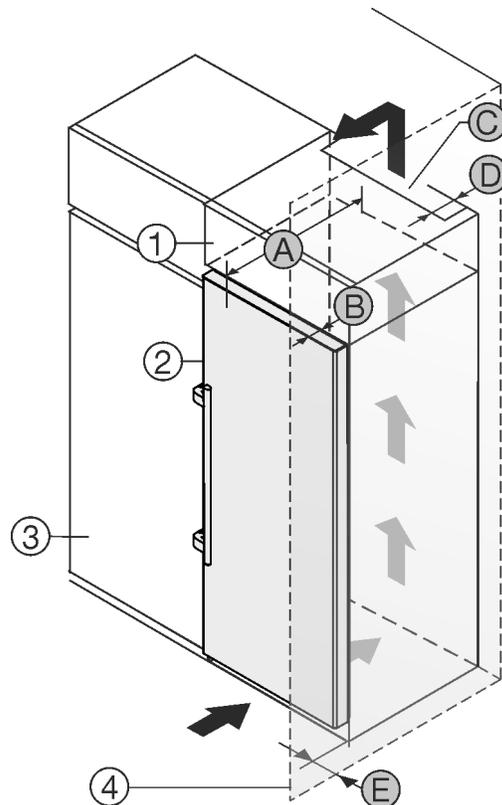

Fig. 2
- (1) Aufsatzschrank*
- (2) Gerät*
- (3) Küchenschrank*
- (4) Wand*
- (A) Gerätetiefe*
- (B) Türtiefe*
- (C) Belüftungsquerschnitt*
- (D) Abstand Geräterückseite*
- (E) Abstand zur Geräte-seite*
Gerät direkt neben dem Küchenschrank Fig. 2 (3) aufstellen.*
An der Rückseite des Aufsatzschrankes muss ein Abluftschacht mit der Tiefe Fig. 2 (D) über die gesamte Aufsatzschrankbreite vorhanden sein.*
Unter der Raumdecke muss der Entlüftungsquerschnitt Fig. 2 (C) eingehalten werden.*
Wenn das Gerät mit den Scharnieren neben einer Wand Fig. 2 (4) aufgestellt wird, muss der Abstand zwischen Gerät und Wand mindestens 57 mm (2.24 in) betragen. Dies entspricht dem Griffüberstand bei geöffneter Tür.*
Um die Türe vollständig öffnen zu können, muss Gerät um die Türtiefe Fig. 2 (B) gegenüber der Küchenschrankfront vorstehen. Abhängig von der Tiefe der Küchenschränke Fig. 2 (3) und Verwendung von Wandabstandshaltern kann das Gerät weiter herausragen.*